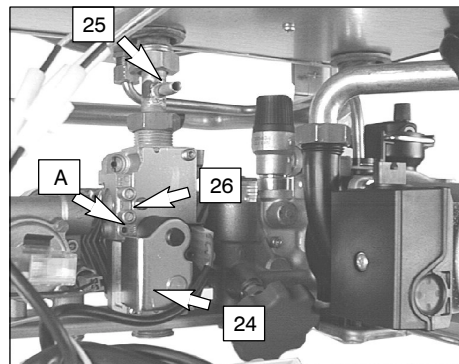

fig. 7.4
ne minima al bruciatore agire sulla vite A (fig. 7.4).
9 **Chiudere la presa di pressione** 25 in fig. 7.4
Dopo ogni misurazione delle pressioni gas, **richiudere bene** le prese di pressione utilizzate (26 e 25 in fig. 7.4). Dopo ogni operazione di regolazione gas **gli organi di regolazione della valvola devono essere sigillati**.
- 2 A caldaia spenta (fuori servizio), controllare la pressione di alimentazione utilizzando la presa 26 in fig. 7.4 e confrontare il valore letto con quelli riportati nella tabella **Pressioni di alimentazione gas** a pag. 10
- 1 Aprire la presa di pressione 25 (fig. 7.4) e collegare un manometro.